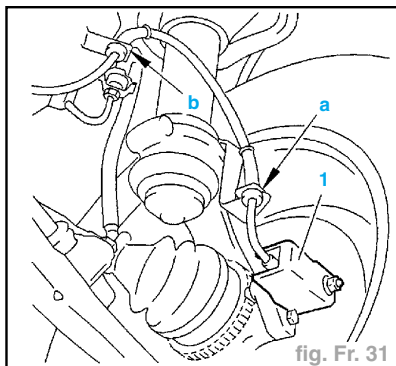

fig. Fr. 31
- Déposer le protecteur (1) (fig. Fr. 31).